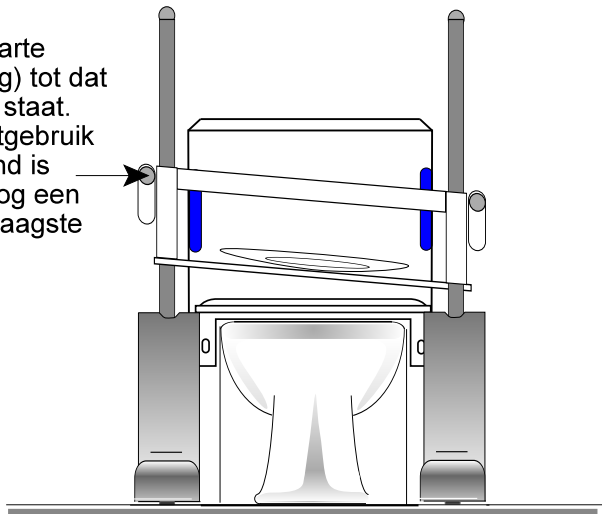

Fig. 6
- Der toiletlift is klaar voor gebruik (Fig.6).